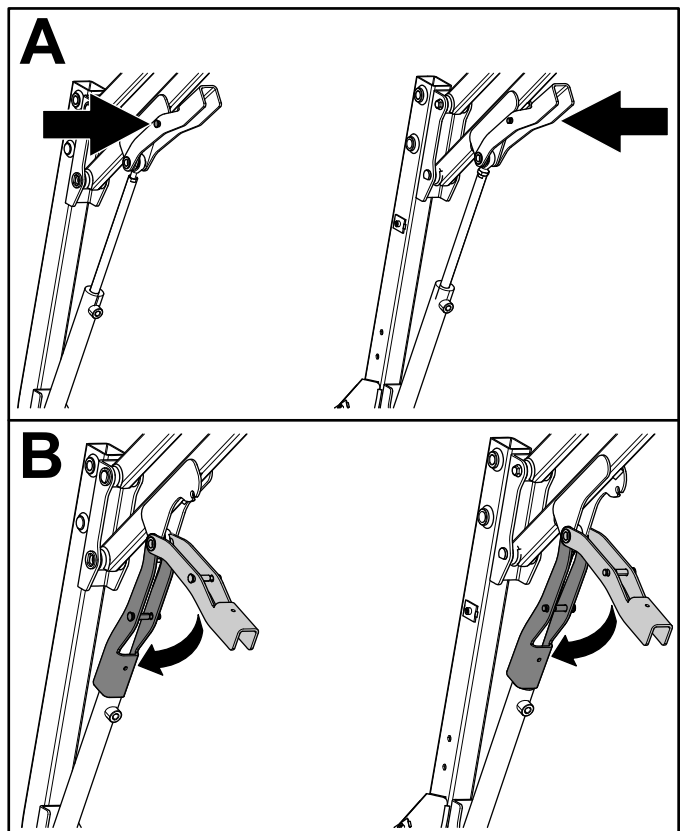

Bild 41
- A. Drücken Sie den Stift an der magnetischen Sicherheitsarretierung nach innen (Bild 41).
- B. Halten Sie den Stift weiterhin fest und senken die magnetische Sicherheitsarretierung in den Hydraulikzylinder ab (Bild 41).